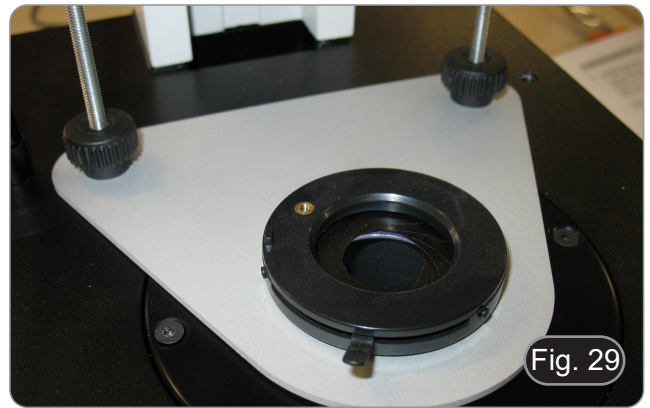

Fig. 29
1. Instalar o ST-207 como descrito no capítulo 10.1. (Fig. 29)